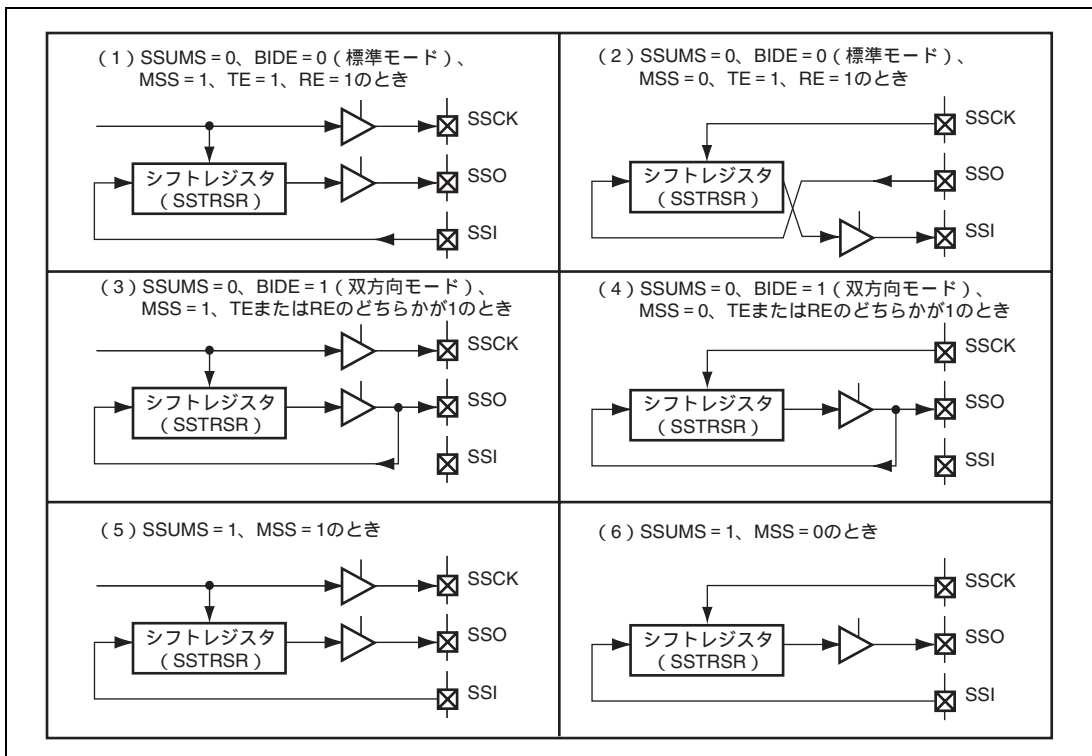

図 16.3 データ入出力端子とシフトレジスタの関係
SSCRH の MSS、BIDE と、SSCRL の SSUMS の組み合わせにより、データ入出力端子と SS シフトレジスタ (SSTRSR) の接続関係が変わります。これらの接続関係を図 16.3 に示します。
SSU は、BIDE=0、MSS=1 (標準、マスタモード) で動作しているとき、SSO 端子からシリアルデータを送信し、SSI 端子からシリアルデータを受信します (図 16.3 (1))。また、BIDE=0、MSS=0 (標準、スレーブモード) で動作しているとき、SSI 端子からシリアルデータを送信し、SSO 端子からシリアルデータを受信します (図 16.3 (2))。
BIDE=1 (双方向モード) では、マスタモード、スレーブモードにかかわらず、SSO 端子からシリアルデータの送信または受信を行います (図 16.3 (3)、図 16.3 (4))。
SSUMS=1 で動作しているとき、SSO 端子からシリアルデータを送信し、SSI 端子からシリアルデータを受信します。MSS=1 のときは SSCK 端子から内部クロックを出力し、MSS=0 のときは SSCK 端子は入力端子となります (図 16.3 (5)、図 16.3 (6))。